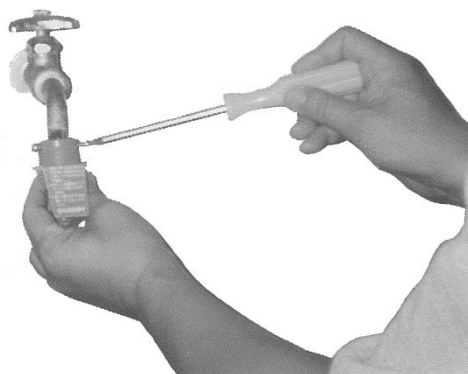

図 1
- ① 万能口金のネジを緩め、口金内部の黒ゴムの上に蛇口の口先が密着するように押し付けながらネジを均等に締め付けます。このとき、万能口金についている緑色の厚紙はつけたままにします（図 1 参照）。